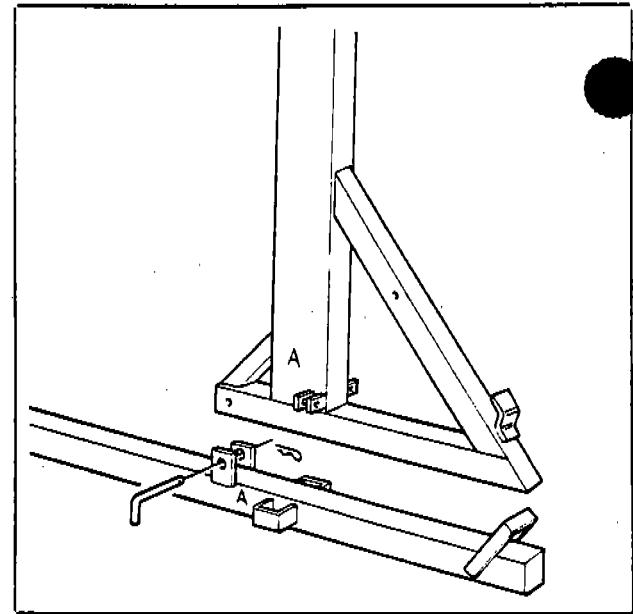

Fig. 21
a) Insert the rail supports into the hook on the base rods securing them with pins and safety clips. (Numbers and marks must match) (Fig. 21).
a) Controllando la sigla riportata sul tirante di base, inserire la gamba con sigla corrispondente (Fig. 21) e fermarla in posizione con relative spine e copiglie.